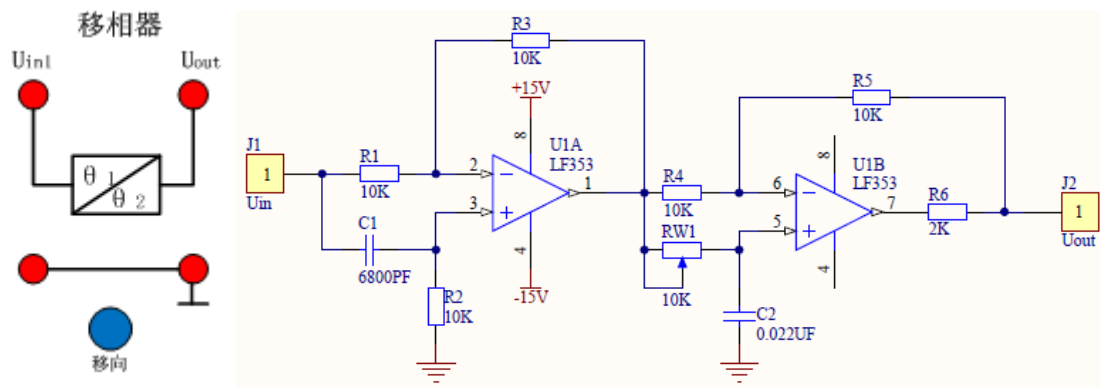

图 2.1 移相器模块及其电路原理图
- 1、了解移相器在实验仪所在位置及电路原理（见图 2.1）。
- 1、分析本移相器的工作原理：根据图 2.1，推导移相器输出 U_{out} 与输入 U_{in} 关于 R_{w1} 的传递函数，得到其幅频特性和相频特性，并解释所观察到的现象。将相位的实测数据与理论数据进行比